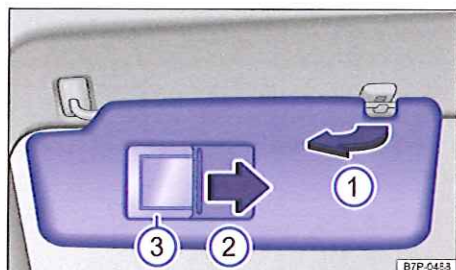

Fig. 105 Dans le ciel de pavillon, à l'avant : pare-soleil pour le conducteur.
- Retrait du support et pivotement vers la porte dans le sens de la flèche → fig. 105 ①.
Un miroir de courtoisie se trouve dans le pare-soleil rabattu vers le bas, derrière un volet d'occultation → fig. 105 ②. Lorsque vous ouvrez le volet d'occultation dans le sens de la flèche, l'entourage du miroir ③ s'éclaire.